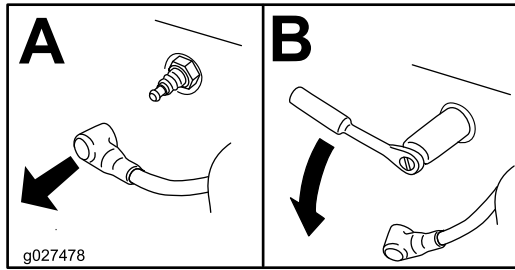

Figura 49
4. Retire la bujía (Figura 49).